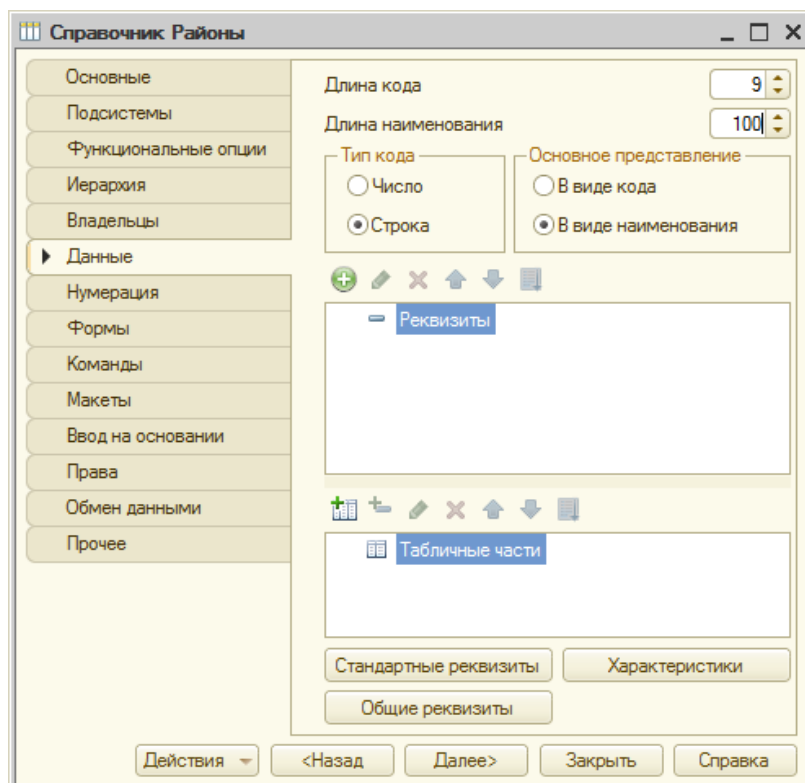

Рисунок 3.7 - Создание справочника Районы
6. Теперь создадим новый справочник – дадим ему имя **Районы**, включим в состав подсистемы **РасчетЗарботнойПлаты**, на вкладке **Данные** изменим длину наименования до **100** символов, этот справочник не будет иметь дополнительных реквизитов, так же мы можем исключить его из состава общего реквизита **Организация**, **Рисунок 3.7.**